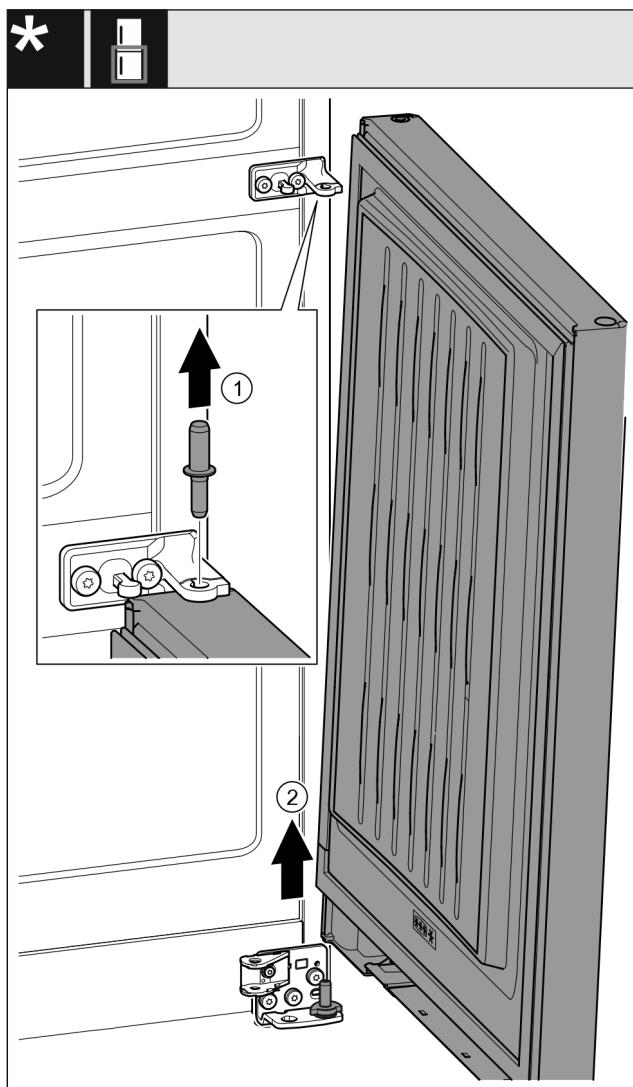

Fig. 23 *
- ▶ Извлеките пальцы движением вверх. Fig. 23 (1)*
- ▶ Отведите дверь, потяните вверх и отставьте в сторону. Fig. 23 (2)*